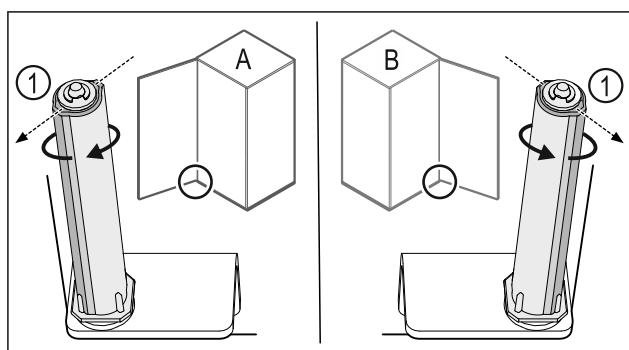

Fig. 38 Левое навешивание (A) / правое навешивание (B)
- Поворачивайте систему закрытия, преодолевая сопротивление до тех пор, пока ее ребро Fig. 38 (1) не будет направлено наружу.